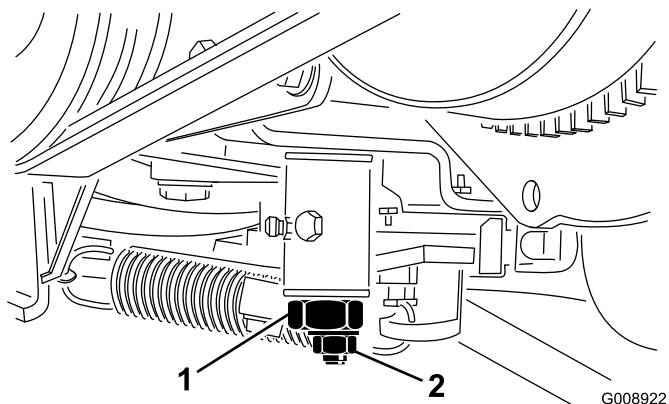

図 51
2. 噴射ポンプのレバーアーム (図 51) の部分にあるスロットルケーブルのコネクタをゆるめる。